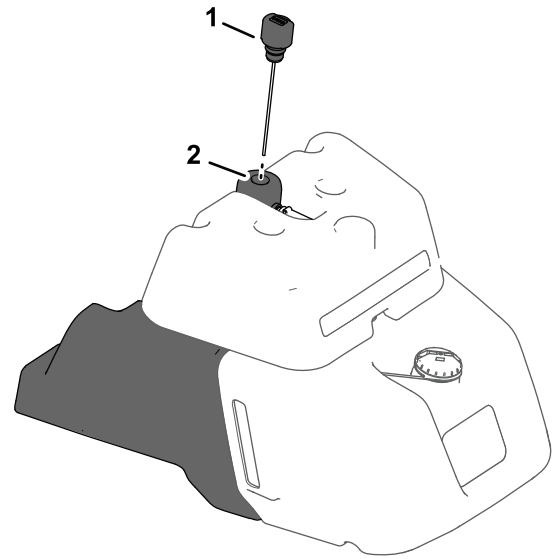

Bild 37
- Ist Ihre Maschine mit einem Schauglas an der Seite des Kraftstofftanks ausgerüstet, ermitteln Sie den Peilstab für die Hydraulikbehälter an der Oberseite der Hydraulikbehälters (Bild 37) und fahren Sie mit Schritt 5 fort.